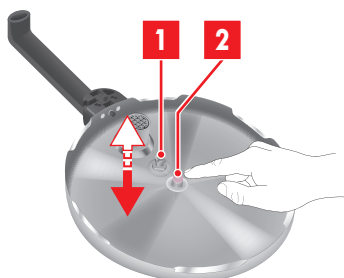

Fig. 8: Sikkerhedskontroller
1. Kontrollér, at sikkerhedsventilen (fig. 8/1) og trykvisningen (fig. 8/2) er bevægelige.